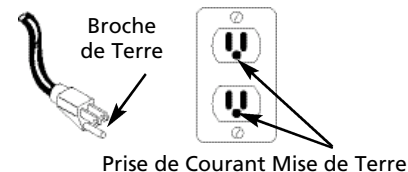

Figure 5 - Méthode de mise à la terre
3. Ce produit est conçu pour l'utilisation d'un circuit de 120 volts et a une fiche de mise à la terre comme celle indiquée sur la Fig. 5. Assurer que le modèle est branché à une prise de courant qui a la même configuration que la fiche. Ce produit doit être mis à la terre. Dans l'événement d'un court-circuit, la mise à la terre diminue le risque de secousse électrique en fournissant un fil d'échappement pour le courant électrique. Ce produit est équipé avec un cordon qui a un fil de terre avec une fiche de terre. La fiche doit être branchée dans une prise de courant qui a été installée et mise à la terre correctement en respectant tous les codes et règlements locaux.